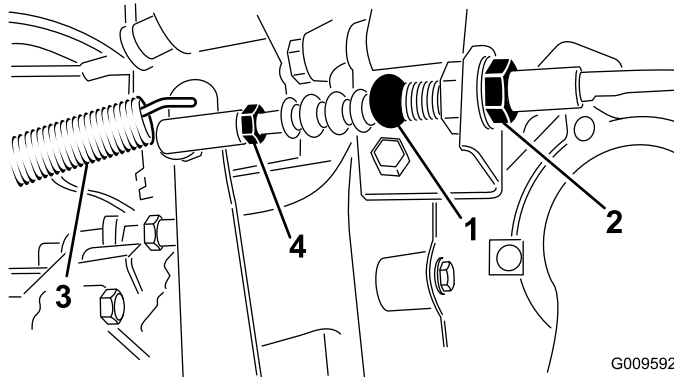

Figura 69
1. Afloje las contratuercas que fijan el cable del embrague al soporte de la carcasa (Figura 69).